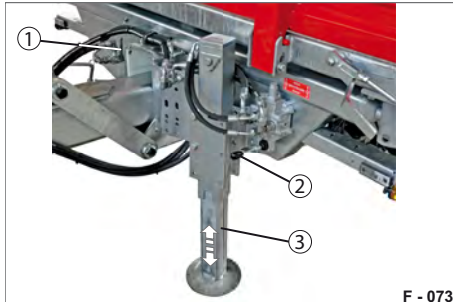
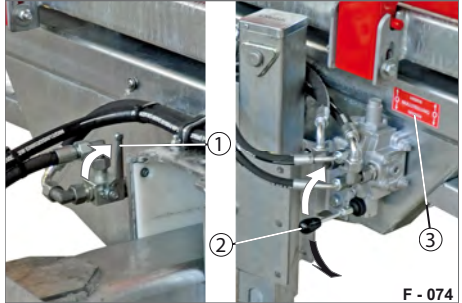

Abb. 73 Stütze herunterfahren
Abb. 74 Stütze bedienen
Stellen Sie den Umschalthebel (Abb. 73/1 & Abb. 74/1) auf die hydraulische Versorgung der Stütze um.
- ▶ Schwenken Sie den Bedienhebel (Abb. 74/2) in die entsprechende Richtung um die Stütze hoch- bzw. herunterzufahren.
- ▶ Beachten Sie den Aufkleber für Bedienung (Abb. 74/3) an der Stirnseite.